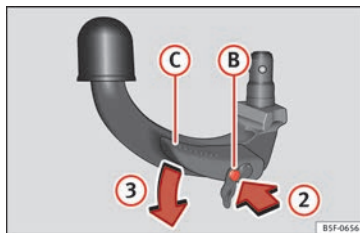

Fig. 222 Paso 2
- Presione el perno de desbloqueo ⑨ el sentido de la flecha ② y al mismo tiempo presione la palanca ③ el sentido de la flecha ③ hasta el tope »» fig. 222.